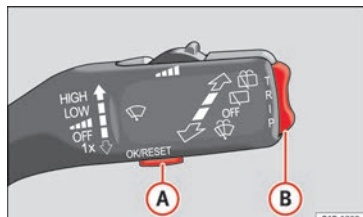

Abb. 36 Scheibenwischerhebel: Kontrolltasten
- Zum Umschalten zwischen den Speichern drücken Sie bei eingeschalteter Zündung kurz die Taste **A** » **Abb. 36** » Seite 54 am Scheibenwischerhebel
In der Multifunktionsanzeige können Sie, durch Betätigung der Wipptaste, **B** » **Abb. 36** » Seite 54 am